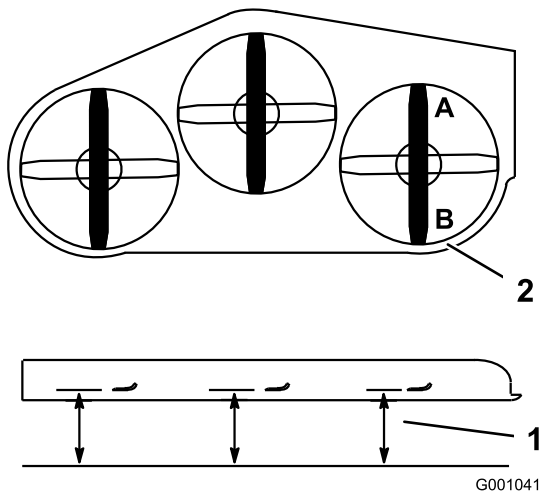

Figura 96
- Coloque una cuchilla en posición longitudinal. Mida en las posiciones **A** y **B** desde una superficie nivelada hasta el filo de corte de los extremos de la cuchilla (Figura 96).